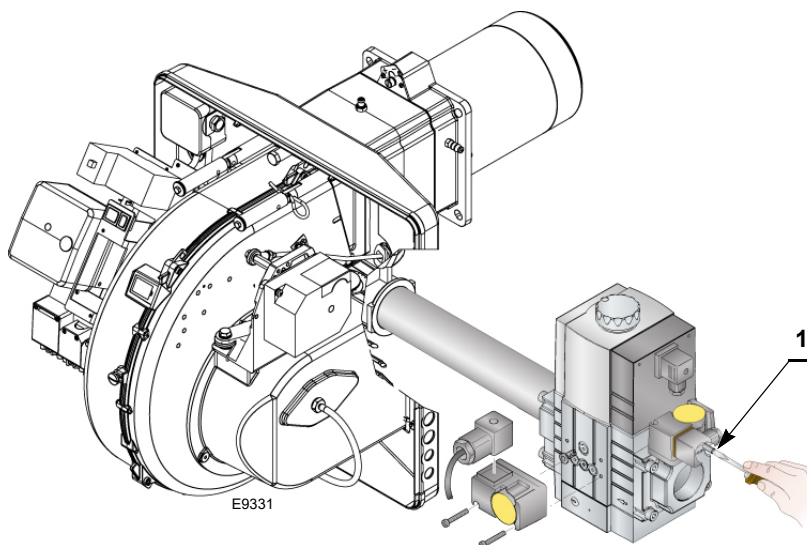

Fig. 21
- Contrôler la pression d'alimentation du gaz en raccordant un manomètre sur la prise de pression 1)(Fig. 21) du pressostat gaz minimum: elle doit être inférieure à la pression maximale admise pour la rampe gaz qui est indiquée sur la plaque des caractéristiques